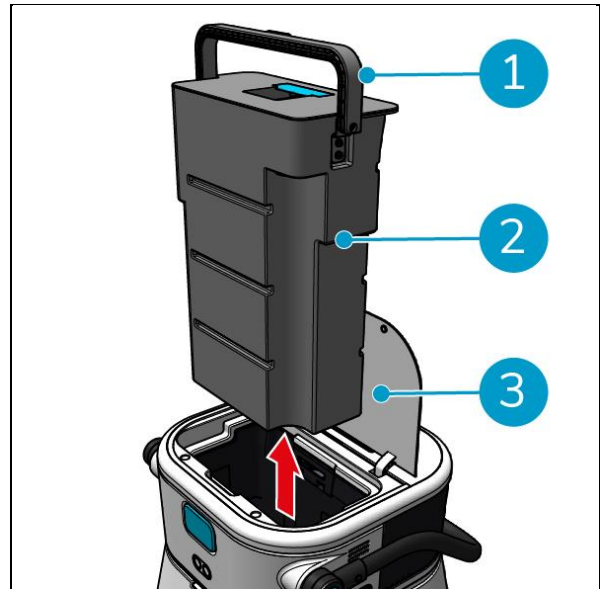

Figura 30
1. Abrir cuidadosamente a tampa do compartimento do depósito de recuperação (Figura 30, pos. 3) na parte superior do co-botic™ 45.
2. Rodar a pega do depósito de recuperação (Figura 30, pos. 1) para uma posição vertical e retirar o depósito de recuperação.
15. Substitua o depósito de recuperação na direção oposta à da seta, ver Figura 30.